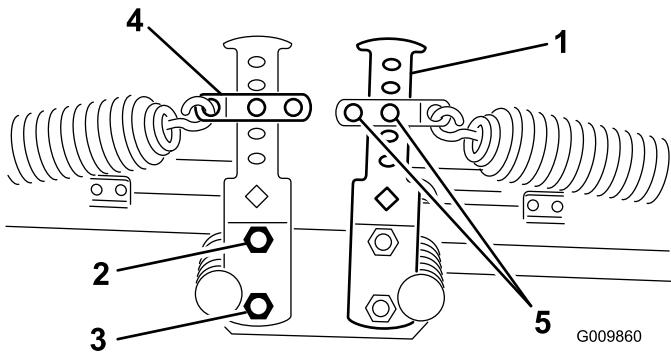
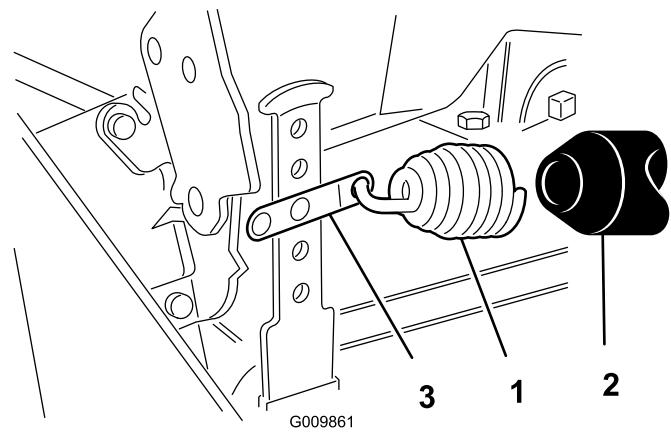

Bild 12
Bild 13
2. Befestigen Sie das andere Ende der Feder mit der Federkette, dem Lastösenbolzen und dem Splint am entsprechenden Loch (siehe unten) an den vorderen und hinteren Gegengewichtarmen (Bild 12 und Bild 13).
4. Befestigen Sie das untere Ende des Gegengewichtsarms mit der vorher abgenommenen Schraube und Mutter am Rahmen. Ziehen Sie die obere Schraube fest (Bild 12).